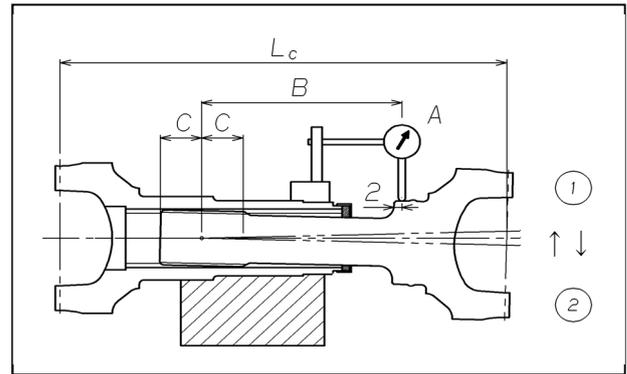

図11 スプライン部 直径方向の遊び
(1) 直径方向の遊び(オス・メスの組合せの折れ曲り量) (図11)